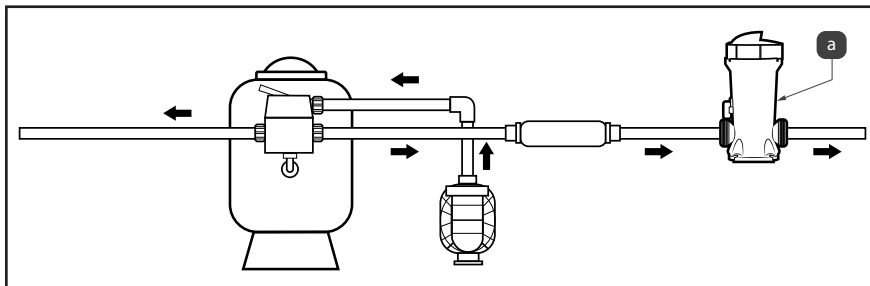

Figure 3. Configuration de l'installation en ligne
1. Installer le doseur en aval du système de chauffage, si aucun système de chauffage n'est installé en aval du filtre, vous reporter la figure 3(a).